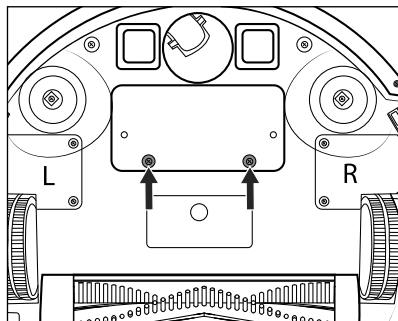

Fig. 16
- 1) Allentare le due viti della copertura del vano batteria 29 (vedere fig. 16) situata sul lato inferiore dell'apparecchio con un cacciavite a croce e rimuoverle dall'apparecchio. Togliere la copertura del vano batteria 29 dall'apparecchio.